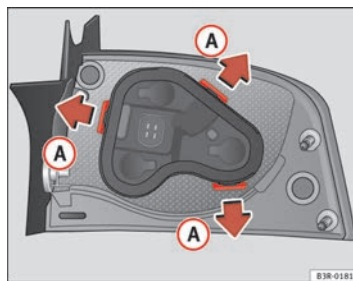

Abb. 212 Befestigungs-laschen Rückseite Heckleuchte
- Entriegeln Sie die Befestigungs-laschen ⇒ Abb. 212 ①.